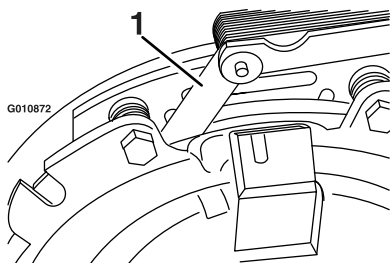
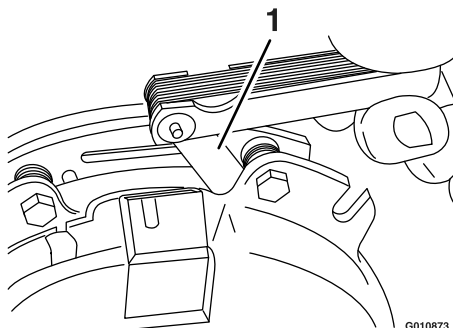

Figura 74
Figura 75
- E. Usando una galga de 0.25 mm (0.01"), compruebe la presencia de un espacio entre el rotor y la cara de la armadura en ambos lados del polo del freno, según se indica en Figura 74 y Figura 75.